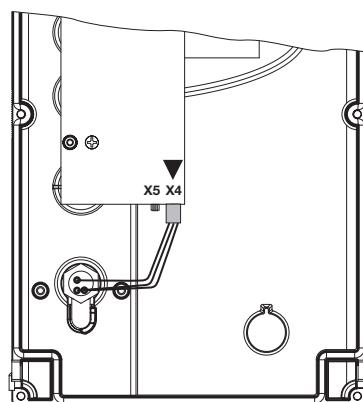

Abb. 6-27: Anschluss des Miniaturschlusses, Deckelinnenseite, von **X5** nach **X4** umstecken (Sonderfunktionen)
1. Die Steuerung öffnen und den Anschluss des Miniaturschlusses an der Tastaturplatine im Deckel umstecken (siehe Abb. 6-27).